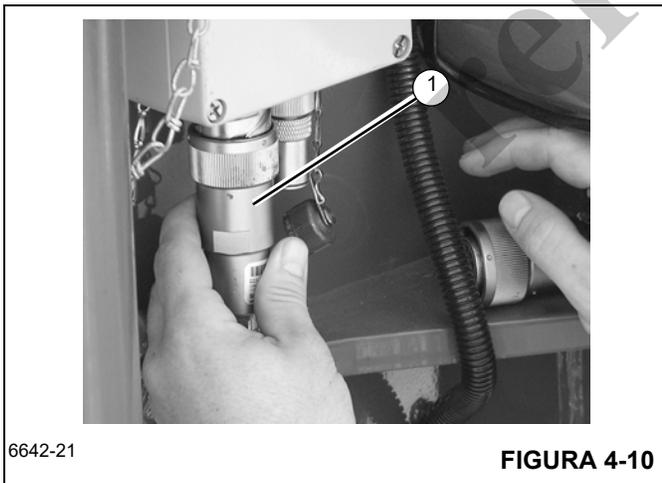

FIGURA 4-10
- c. Instale el conector del extremo del cable (1) (Figura 4-10) de la extensión de pluma de la que se retiró el enchufe falso.